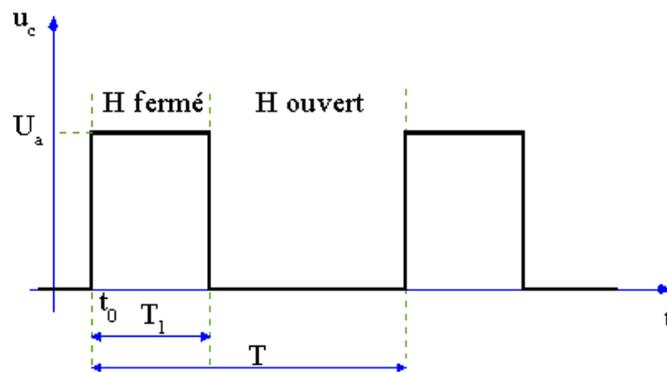

Figure 3
La tension  $u(t)$  est représentée à la figure 3, elle s'écrit sous la forme:  $u(t) = \hat{U} \sin(\omega t)$
2.3.3. Intensité efficace en ligne D'après la figure 3, il est aisé de voir que :  $I = \langle i_c \rangle$
La figure 3 montre la tension  $u_c$  en fonction du temps: Quand l'interrupteur est fermé on a  $u_c = U_a$  et quand il est ouvert  $u_c = 0$ .